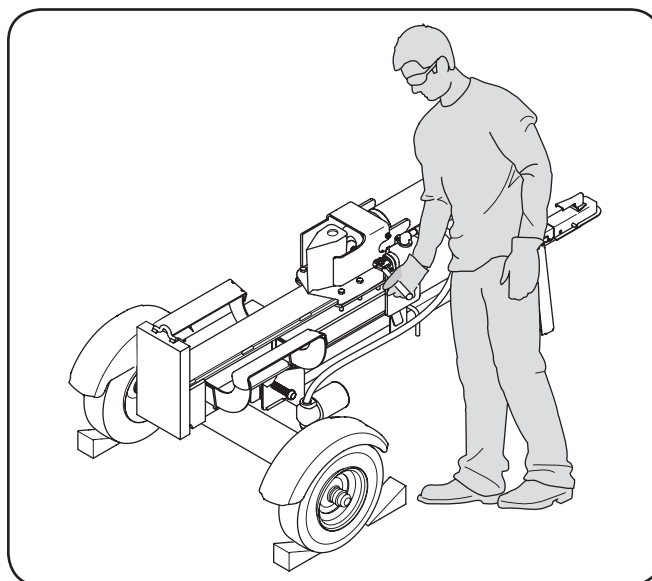

Figure 5-4
- c. Párese detrás del tanque de depósito para operar la manija de control y estabilizar la madera. Vea la Fig. 5-4.